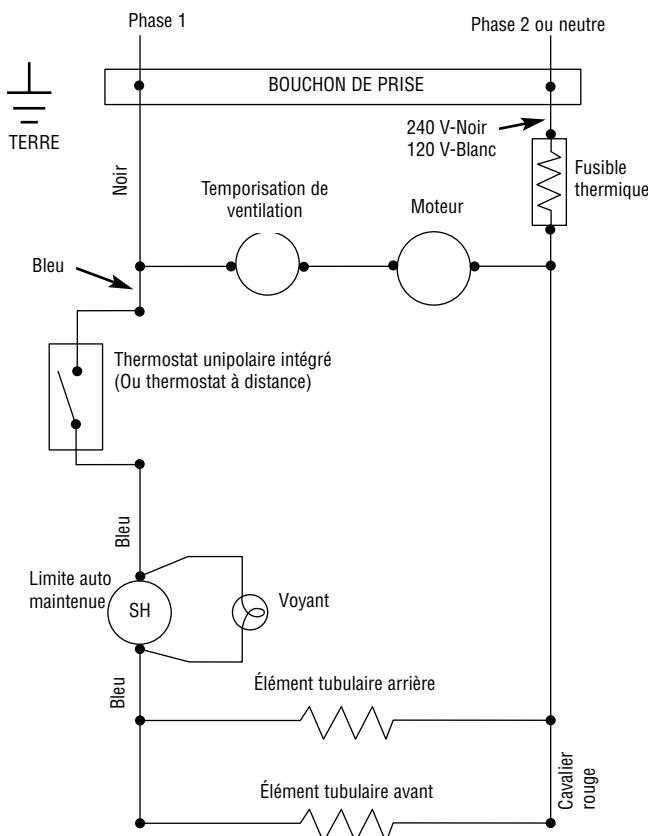

Figure 2 – Câblage avec un thermostat monté dans le radiateur
- Réalisez les raccordements de câblage, en fixant les fils sur deux (2) fils en tire-bouchon, noirs pour les modèles en 240/208 V, ou noir et blanc pour le modèle 120 V, avec des capuchons de fixation de fils (fournis). Branchez le fil amenant la terre au fil de terre en tire-bouchon avec un capuchon de fixation (fourni). Voyez la Figure 2.